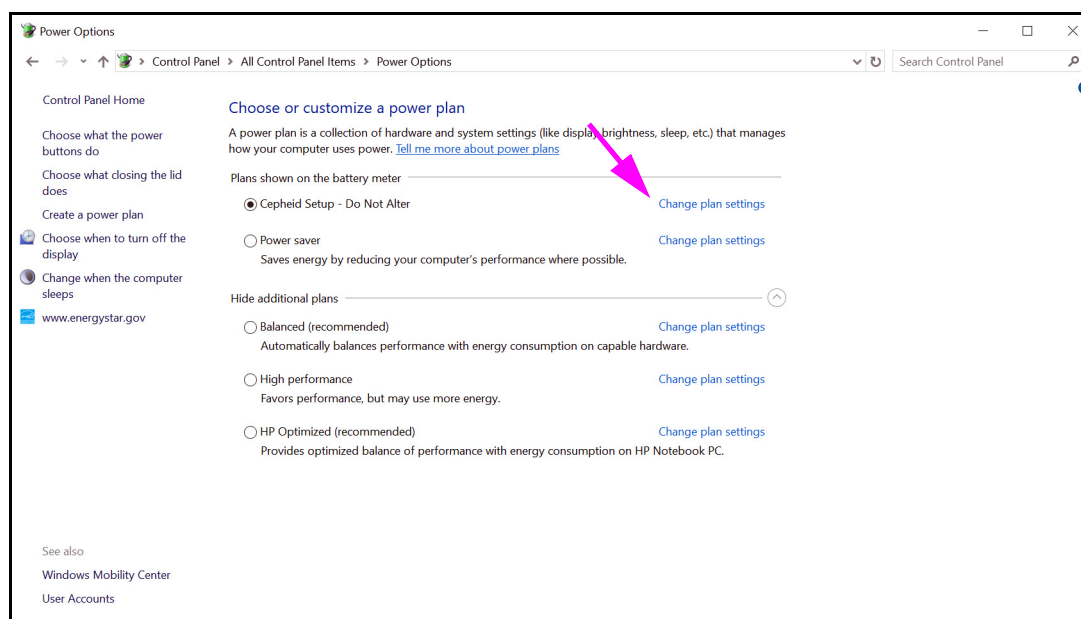
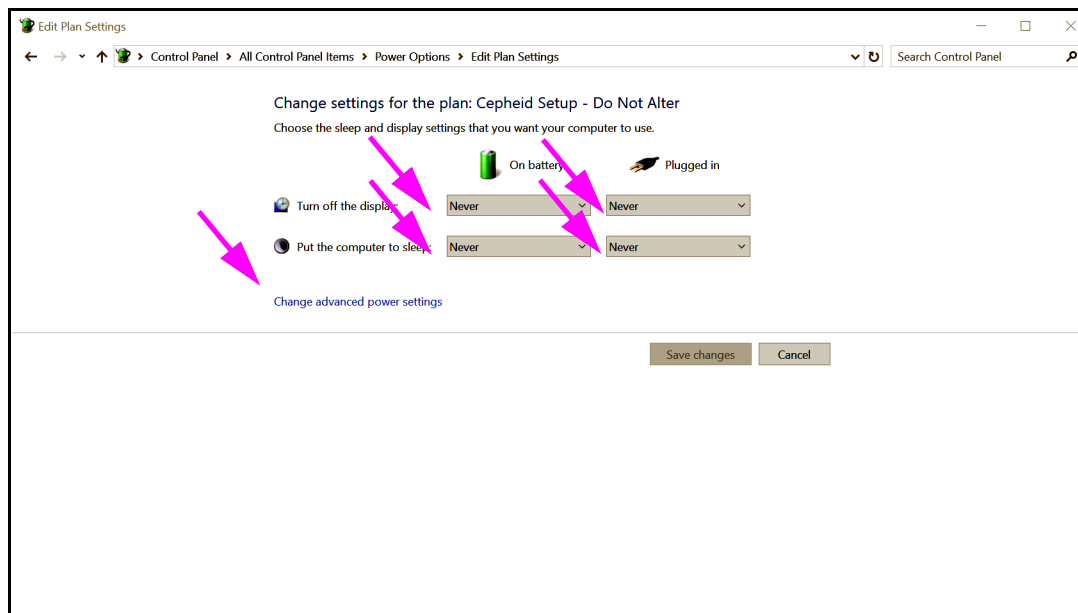
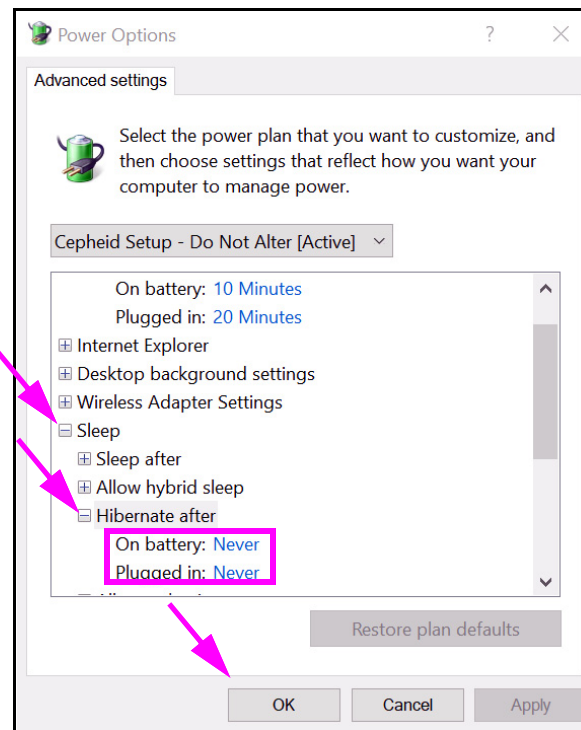
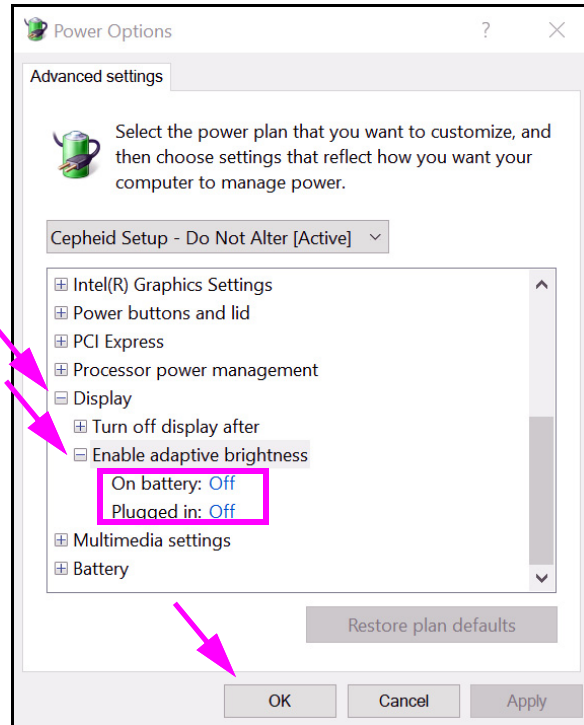

Figure 2-25. Fenêtre Power Options (Options d'alimentation)
Figure 2-26. Fenêtre Modifier les paramètres du mode (Edit Plan Settings)
Figure 2-27. Fenêtre Power Options – Advanced settings (Options d'alimentation – Paramètres avancés) [Sleep (Veille)]
Figure 2-28. Fenêtre Power Options – Advanced settings (Options d'alimentation – Paramètres avancés) [Display (Écran)]
3. Dans la section **CepheidSetup - Do Not Alter (Configuration - Ne pas modifier)**, cliquer sur **Change plan settings (Modifier les paramètres du mode)**. Voir la Figure 2-25. La fenêtre **Change plan settings (Modifier les paramètres du mode)** apparaît. Voir la Figure 2-26.
4. S'assurer que les fonctions **Turn off the Display (Éteindre l'écran)** et **Put the computer to sleep (Mettre l'ordinateur en veille)** sont réglées sur **Never (Jamais)** pour les deux options **On battery (Sur la batterie)** et **Plugged in (Sur secteur)**. De plus, s'assurer que le curseur de la fonction **Adjust plan brightness (Ajuster la luminosité du plan)** est réglé sur le paramètre le plus lumineux. Voir la Figure 2-26.
5. Cliquer sur **Change advanced power settings (Modifier les paramètres d'alimentation avancés)** (voir la Figure 2-26). La fenêtre **Power Options Advanced settings (Options d'alimentation Paramètres avancés)** apparaît. Voir la Figure 2-27.
6. Dans la fenêtre Power Options – Advanced settings (Options d'alimentation – Paramètres avancés), double-cliquer sur **Sleep (Veille)** pour développer puis -double-cliquer sur **Hibernate after (Mettre en veille prolongée après)**. Voir la Figure 2-27.
- A. **Ordinateurs de bureau** : Vérifier que la valeur du **Setting (Paramètre)** est réglée sur zéro (0) ou **Never (Jamais)**. Si cela n'est pas le cas, modifier la valeur du **Setting (Paramètre)** sur zéro (0) ou **Never (Jamais)**.
- B. **Pour les portables uniquement** : Vérifier que les valeurs pour **On battery (Sur batterie)** et **Plugged in (Alimenté)** sont réglées sur **Never (Jamais)**. Si cela n'est pas le cas, cliquer sur **On battery (Sur batterie)** et **Plugged in (Alimenté)**, et utiliser les boutons de flèches haut/bas pour régler la valeur sur zéro (0) sur l'option pouvant être sélectionnée.
7. Dans la fenêtre Power Options – Advanced settings (Options d'alimentation – Paramètres avancés), double-cliquer sur **Display (Écran)** pour développer puis -double-cliquer sur **Enable adaptive brightness (Activer la luminosité adaptative)**. Voir la Figure 2-28.
11. **Pour les portables uniquement :** Cliquer sur **Cancel (Annuler)** pour fermer la fenêtre Edit Plan Settings (Modifier les paramètres du mode). La fenêtre Power Options (Options d'alimentation) s'affiche (voir la Figure 2-25).